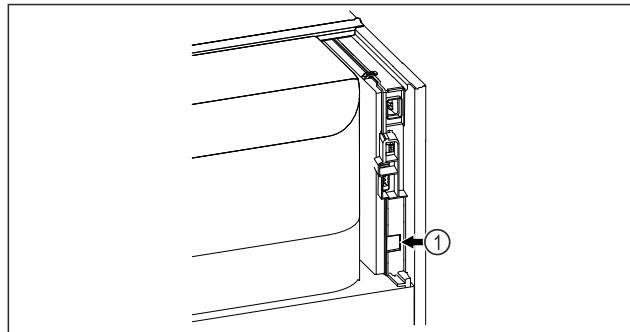

Fig. 85
To SmartModule Fig. 85 (1) είναι τοποθετημένο.